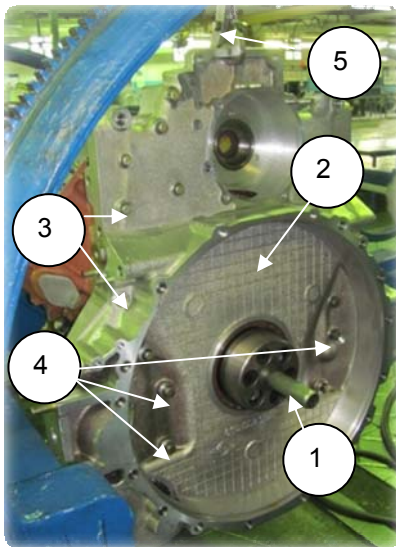

Рис. 2.56
1. Установить на задний конец коленчатого вала оправку предохранительную (1) (рис. 2.56);
3. Отвернуть 7 болтов М10 (S=14) (3) и 6 болтов М12(4) (S=17) крепления картера. Снять картер маховика (2) (8502.1002310) с помощью подвески (5) и кран-балки (рис. 2.56).